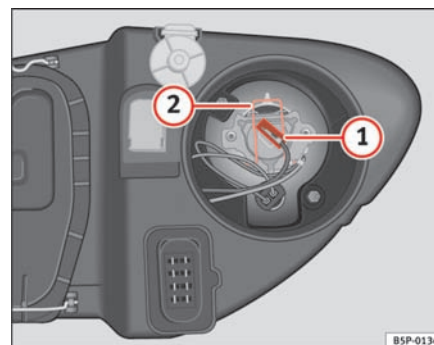

Fig. 192 Fjernlys
- Træk stikket ⇒ fig. 192 ① af pæren.
- Tag fjederen ⇒ fig. 192 ② af ved at trykke den ind og dreje mod højre.